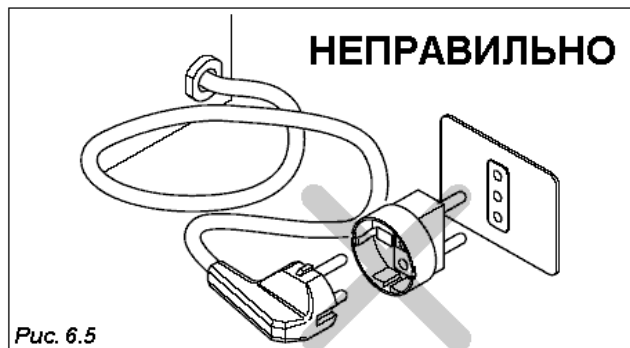

Рис. 6.5
- Розетки, не соответствующие вилке сетевого шнура торгового автомата указанного типа, должны быть заменены (Рис. 6.5).